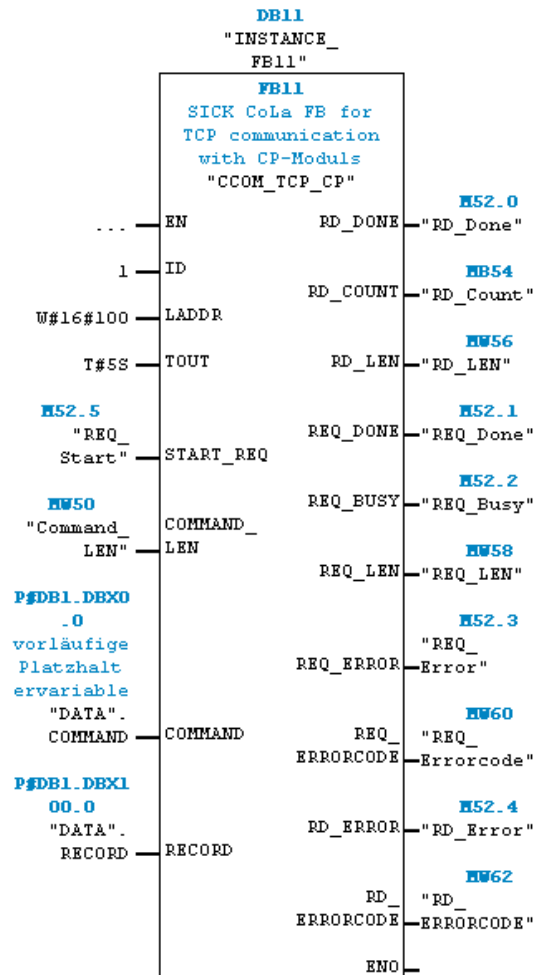

Abbildung 9: Beispielbeschaltung CCOM_TCP_CP FB
Abbildung 9 zeigt eine Beispielbeschaltung des CCOM_TCP_CP FBs. Die TCP Verbindung zum SICK Sensor wurde im Vorfeld mit NetPro projektiert und die Verbindungsparameter (ID) und (LADDR) dem Funktionsbaustein übergeben.